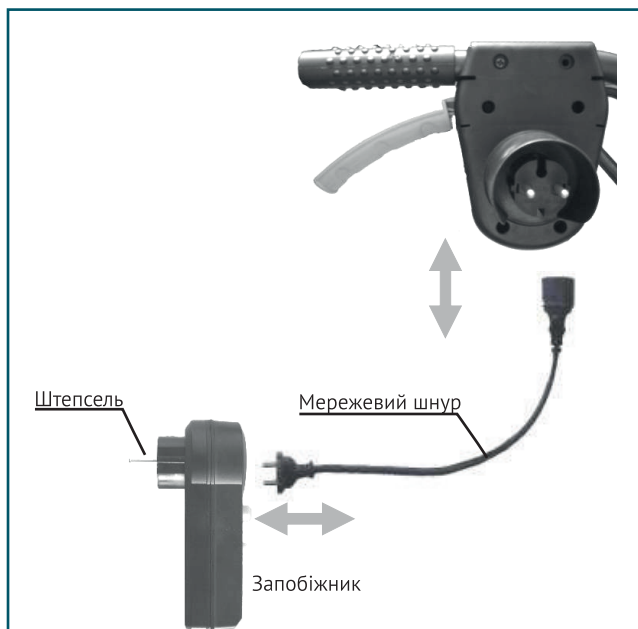

Рис.7
- Дим Рис.7 для підключення запобіжника, культиватора і кабелю.